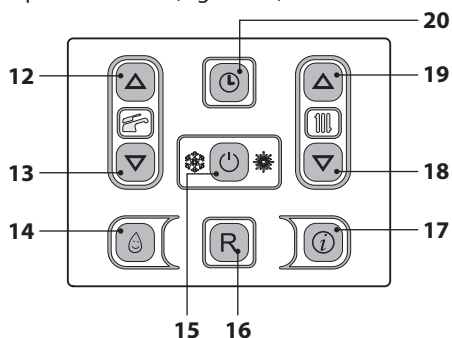
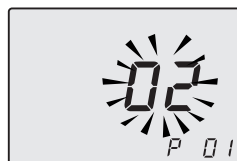
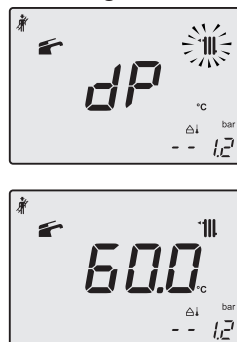
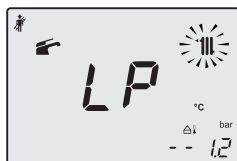

Figura 7.2
Figura 7.3
Figura 7.6
Figura 7.7
- Entrare in "modalità programmazione" premendo contemporaneamente per 10 secondi i tasti 15 - 18 - 19 (Figura 7.2) fino a far apparire sul display LCD le lettere **P01** e il valore del parametro, indicanti l'entrata nel "parametro 01" (Figura 7.3).
- Premere contemporaneamente i tasti 18 e 19 (Figura 7.2) per entrare nella funzione
- Utilizzare i tasti 18 o 19 (Figura 7.2) fino a portarsi allo stato **dP** (spazzacamino attivo in massimo sanitario) sul display appare **dP** alternato alla temperatura dello scambiatore primario caldaia (Figura 7.6).
- Premere il tasto 18 (Figura 7.2) fino a portarsi allo stato **LP** (spazzacamino attivo in minimo sanitario) sul display appare **LP** alternato alla temperatura dello scambiatore primario caldaia (Figura 7.7).
- Spegner la caldaia tenendo premuto per 2 secondi il tasto 15 (Figura 7.2) fino a far apparire sul display LCD il simbolo - - - - (Figura 7.8).